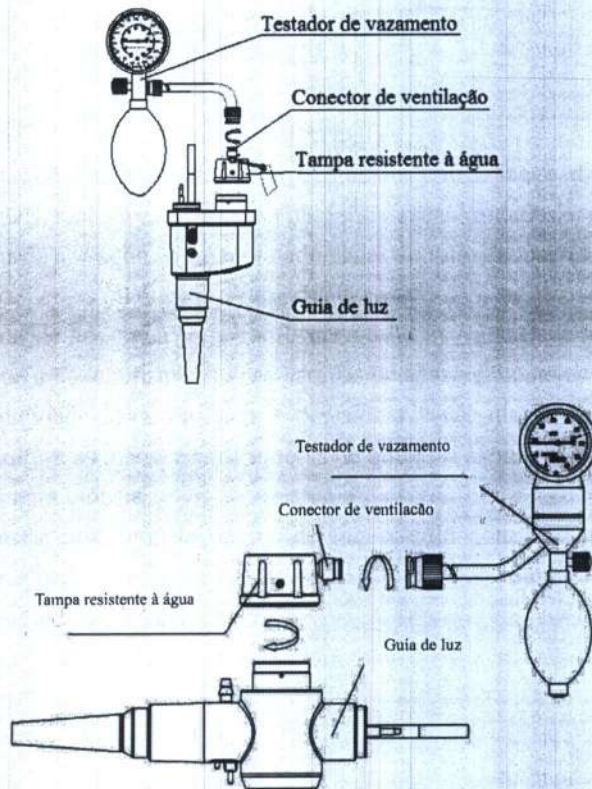

Figura 3.6
- Δ Ligue o testador de fuga (parte comprada separadamente) no endoscópio de acordo com o método mostrado na Figura 3.6. **(★ Durante o teste de vazamento, certifique-se de selar o soquete do cabo do endoscópio com uma tampa resistente à água bem, e retire o conector de guia de luz do endoscópio do centro do sistema de vídeo. Caso contrário, podem ser causados danos ao endoscópio).**